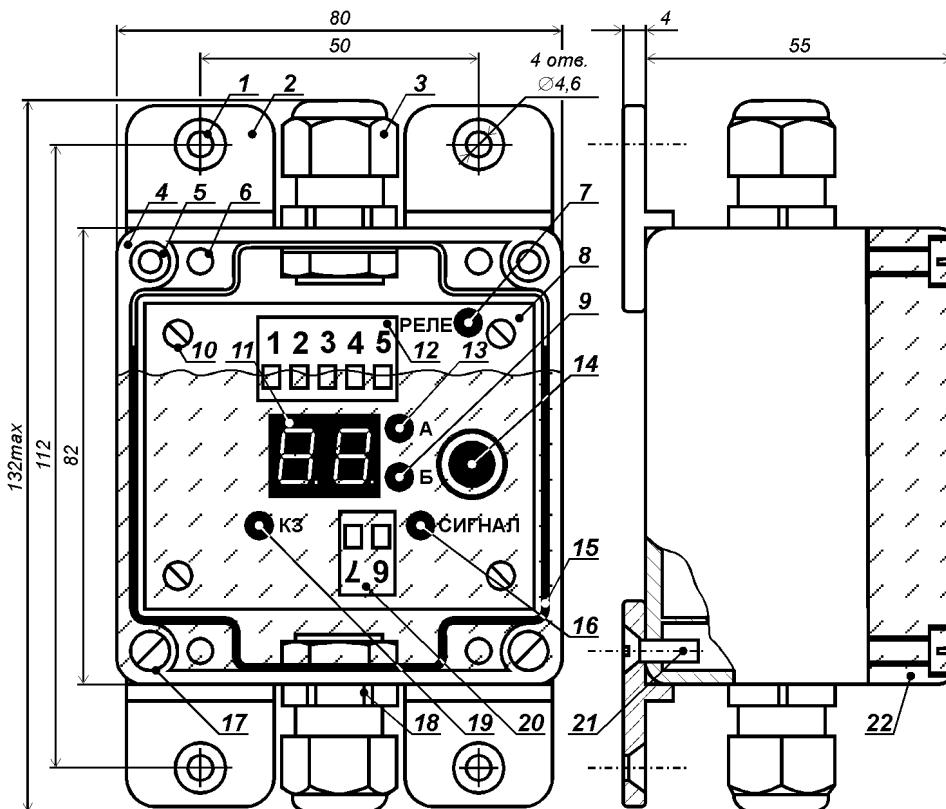
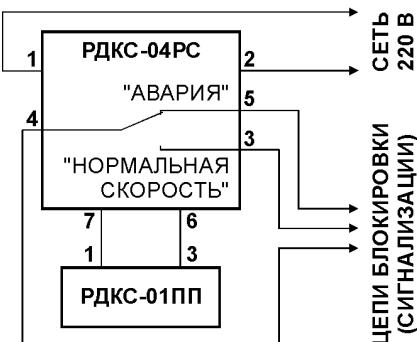

Рис. 2. Конструкция реле скорости РДКС-04РС.
Рис. 9. Схема соединений составных частей УКС и назначение внешних клемм
Конструкция реле скорости РДКС-04РС (далее именуемого «РС») показана на рис. 2. Устройство размещено в пластмассовом корпусе [поз. 4], который закрыт прозрачной крышкой [поз. 22] через уплотнитель [поз. 15] четырьмя винтами [поз. 17]. Винты вворачиваются в резьбовые втулки [поз. 5], запрессованные в стенках корпуса.
- светодиод: «Реле» [поз. 7], показывающий состояние выходных контактов РС. Светодиод горит, когда контакты находятся в положении «Нормальная скорость» (рис. 9).
Схема подключения УКС изображена на рис. 9.
После подачи питания и до нажатия на энкодер [поз. 14 на рис. 2] РС находится в режиме «Работа». Светодиод «А» [поз. 13 на рис. 2] горит, если скорость механизма выше номинальной, а светодиод «Б» [поз. 9 на рис. 2] – если ниже. Цифровое табло [поз. 11 на рис. 2] показывает процент отклонения текущей скорости механизма от номинальной. Если отклонение превысило заданный порог и это превышение длится дольше заданной задержки, то контакты выходного реле РС переходят в положение «Авария» (рис. 9). При изменении скорости на 50 % и более задержка отсутствует. Цифровое табло отображает зафиксированный процент изменения скорости: если скорость в момент отключения была выше номинальной, то горит светодиод «А», а если ниже – то светодиод «Б». В случае принудительного (миняя контакты РС) пуска механизма, когда его скорость войдёт в допустимый диапазон и пройдёт заданное время задержки, контакты реле вернутся в положение «Нормальная скорость» (рис. 9).
В режиме «Автонастройка» РС запоминает текущую скорость объекта, в дальнейшем принимая её за номинальную (за 100%). Контакты реле переходят в положение «Нормальная скорость» (рис. 9) и одновременно мигают светодиоды «А» и «Б».
4. Если при подаче на РС сетевого напряжения загорается светодиод «КЗ» [поз. 19 на рис. 2], то следует проверить правильность выполнения п. 1 или устранить короткое замыкание в линии связи между ПП и РС.
7. Три раза нажав на энкодер [поз. 14 на рис. 2], войти в режим «Автонастройка» (должны одновременно мигать светодиоды «А» [поз. 13 на рис. 2] и «Б» [поз. 9 на рис. 2]).